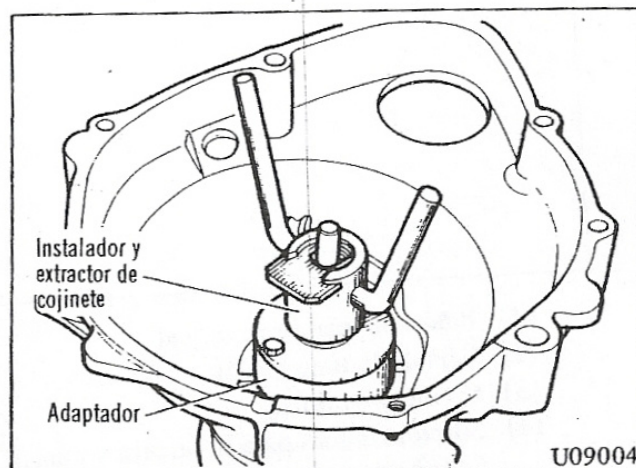

Fig. 4 Desmontaje de las piezas interiores de la transmisión
8. Luego de desmontar el anillo de resorte del cojinete del piñón, colocar la caja de la transmisión en la herramienta especial: Base de transmisión (MD999520), luego desmontar las piezas interiores de la transmisión junto con el adaptador del cojinete de la caja de la transmisión utilizando las herramientas especiales: Instalador del cojinete (MD999524) y Adaptador (MD999528). (Fig. 4)